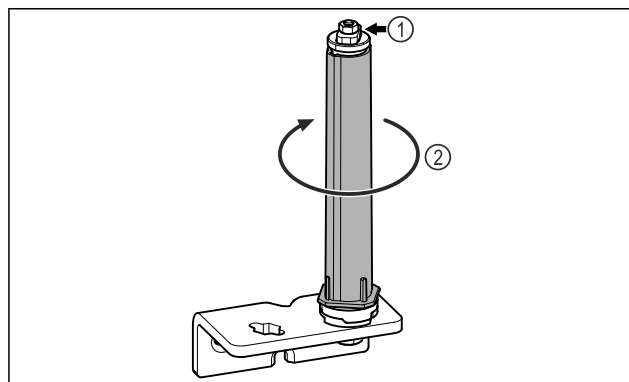

Fig. 23
- ▶ Nu dezasamblați sistemul de închidere al ușii Fig. 23 (1).
- ▶ Rotiți Fig. 23 (2) sistemul de închidere, până când face clic.